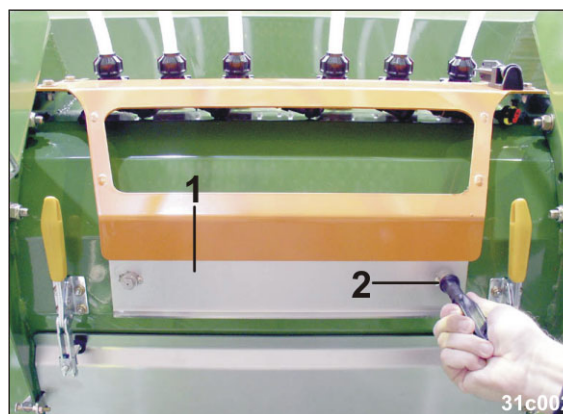

Рис. 245
- 7.2 Откройте замок (Рис. 245/1) с помощью шестигранного ключа из комплекта поставки (Рис. 245/2).